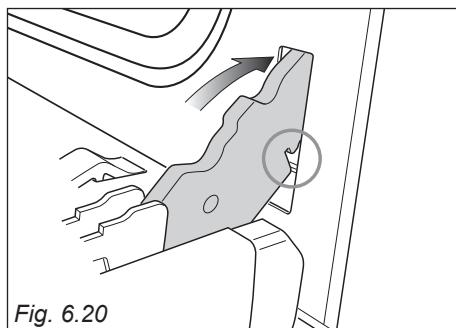

Fig. 6.20
2. Insérer le crochet des charnières (droite et gauche) dans son emplacement; s'assurer que la rainure soit dans sa logement (fig. 6.20).